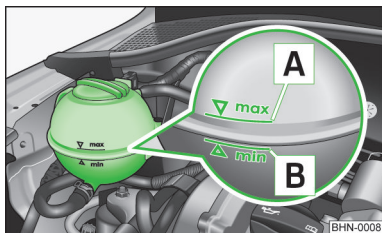

Fig. 116
Denumirea lichidului de răcire este menționată pe vasul de expansiune a lichidului de răcire » fig. 116 la pagina 138.
- Nu adăugați lichid de răcire deasupra marcajului **A** » fig. 116 la pagina 138.
Vasul de expansiune a lichidului de răcire » fig. 116
» Verificați nivelul lichidului de răcire la vasul de expansiune a lichidului » fig. 116.
Când motorul este cald, rezultatul verificării poate fi inexact. Nivelul se poate afla chiar și peste marcajul **A** » fig. 116.